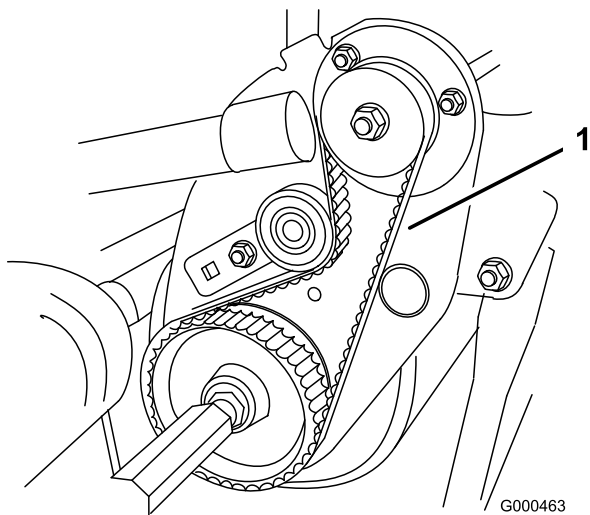

図 46
2. プーリ間の中央でベルト（図 46）を指で押し点検する。押す力は 1.8 ± 0.5 kg 程度。4.8~7.9 mm 程度のたわみが出るのが適正である。たわみの量が適正でない場合は以下の手順へ進む。